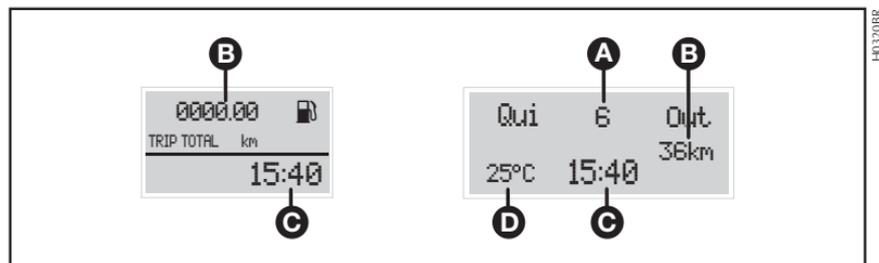

fig. 62
- Cuentakilómetros total/parcial (B-fig. 62).
- Reloj (C-fig. 62).
- Temperatura exterior (D-fig. 62).
- Fecha (A-fig. 62)